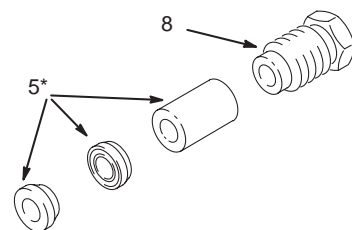

Fig. 24
3. Instale un aro tórico nuevo (34) en el adaptador (4). Instale un aro tórico nuevo (2b) en la carcasa (2a). **NOTA:** A fin de facilitar la instalación del aro tórico, coloque el adaptador (4) en la carcasa de pulverización (2a) para taponar el extremo. Instale un extremo del aro tórico en la ranura de la carcasa, y luego haga presión sobre el aro tórico para colocar el resto en posición.
4. Retire el tornillo de cierre (8) del adaptador (4) con la herramienta especial provista (28).
5. Utilizando un pico mecánico, expulse las tres piezas (5) hacia afuera del adaptador (4). Tenga cuidado de no dañar el adaptador. Elimine las piezas de fluido usadas.
6. Coloque las piezas de fluido nuevas (5) y el tornillo de cierre (8) en la aguja (13). Ver Fig. 24 para la orientación de las piezas.